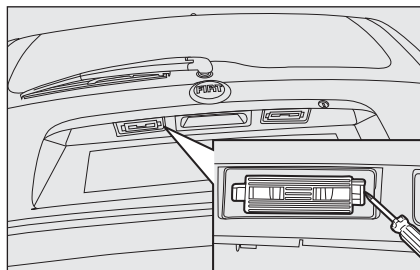

fig. 35
- ☐ con un destornillador presione en el muelle de sujeción como indicado en la **fig. 35**;